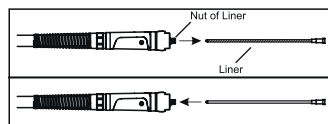

Figura 9: Remover A Bicha E Inserir Nova
- Desaperte a porca da bicha que se encontra no lado do conetor da tocha e remova a bicha existente. Depois de inserir a nova bicha, aperte firmemente a porca (Figura 9).